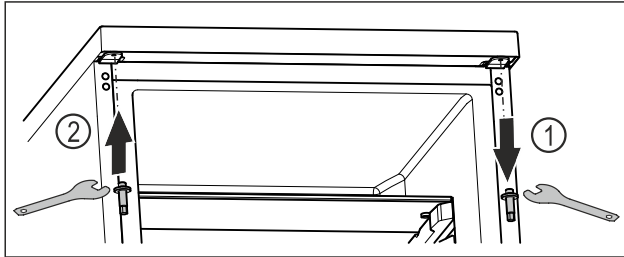

Fig. 18
- ▶ Lironi bulonat e sipërm me çelësin e jashtëm kriket. Fig. 18 (1)
- ▶ Shtrëngoni fort bulonat e anës së kundërt me çelësin e jashtëm kriket. Fig. 18 (2)